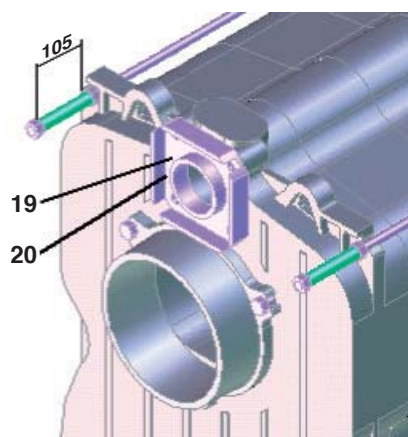

Рис. 11
15 Установите на задний элемент прокладки (19) и фланцы подачи и возврата (20) (рис.11).